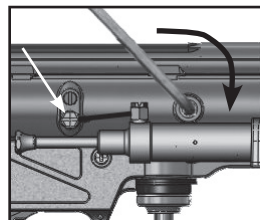

Figura 12: De vuelta al Tornillo de Velocidad en su totalidad
- Usando una llave Allan de 3/16" suelte el tornillo de Velocidad (Figura 12).
- Remueva los pasadores (44) que han quedado sosteniendo el ensamble del Tapón Posterior.
- a. Remueva el Acople en forma de Banjo del Recibidor (flecha blanca, Figura 12).